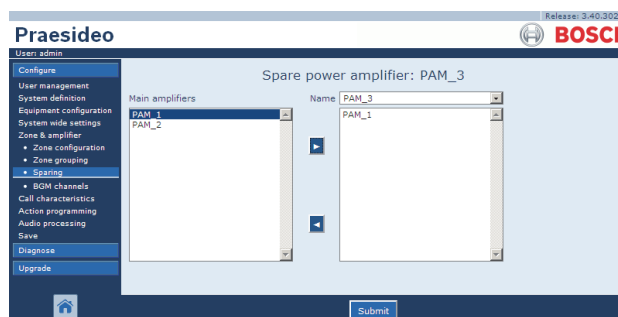

figure 46.11 : Affectation, étape 1
- 1 Allez à *Configure > Zone & amplifier > Sparing*. Un écran semblable à celui de la figure 46.11 s'affiche dans le cadre principal de l'interface Web.